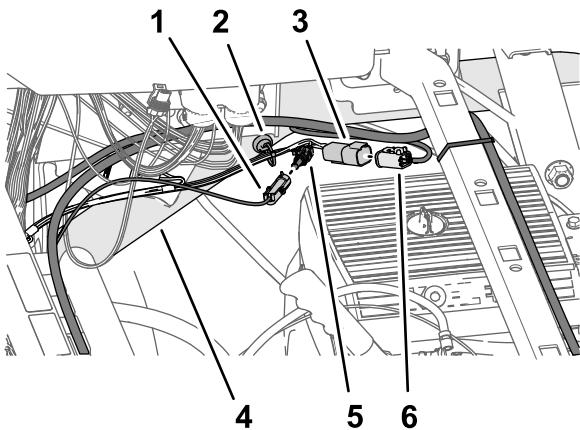

Figure 204
3. Branchez le connecteur à 1 broche du faisceau de batterie étiqueté \*\*\*IMPORTANT\*\*\* ONLY CONNECT THIS WIRE TO SWITCHED 12V POWER SOURCE au connecteur à 1 douille de la branche de 66 cm du faisceau du kit (Figure 204) étiqueté (SW'D PWR FOR GEN 2 TOPCON).
4. Branchez le connecteur à 4 broches de la branche de 66 cm du faisceau du kit étiqueté ASC 10 PWR & CAN FROM X30 au connecteur à 4 douilles de la branche du faisceau de données étiqueté CAN 2/ASC10 BUS (Figure 204).